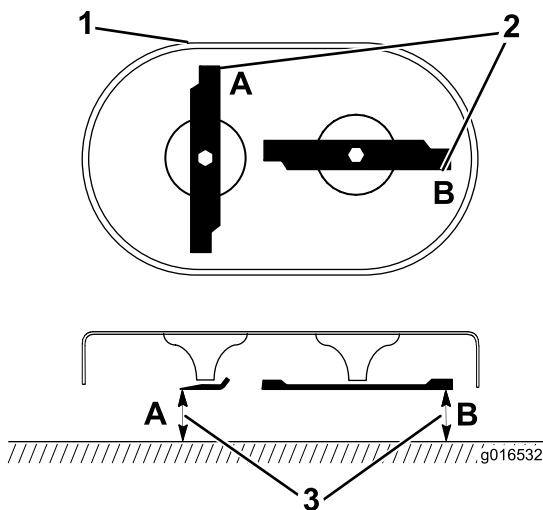

Figura 39
1. Rode as lâminas para a posição que se mostra na Figura 39.
2. Meça a partir de uma superfície nivelada até às extremidades de corte nos locais **A** e **B**, (Figura 39) e anote ambas as dimensões.
3. Rode as lâminas de forma a que as extremidades opostas se encontrem nos locais **A** e **B** (Figura 39).